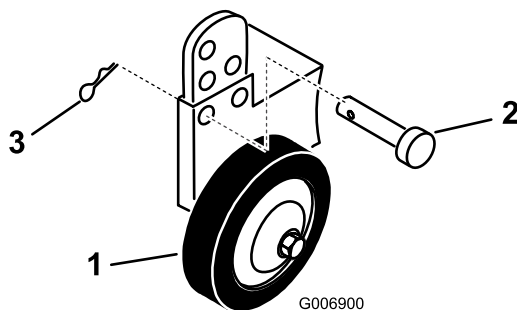

Bild 9
A. Nehmen Sie den Splint und Stift heraus, um die Lochposition zu ändern (Bild 9).
- B. Wählen Sie eine Lochposition, in der die Radstelze für die verwendete Schnitthöhe eine Bodenfreiheit von 10 mm hat (Bild 9).